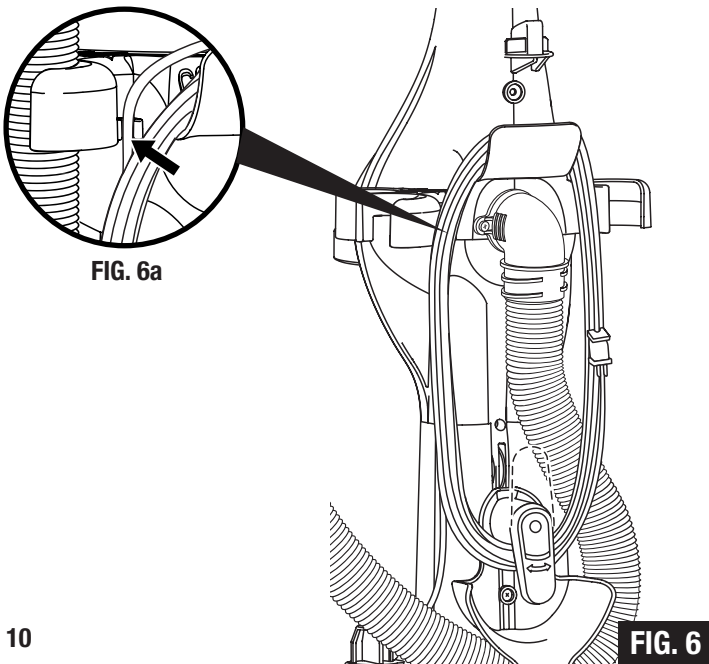

FIG. 6
Step 6: (FIG. 6) Pull the electrical cord up to the cord retainer and firmly push into the retainer (FIG. 6a). This will keep the cord out of the way for next use. Wrap the cord around the carrying handle on the tool caddy and then wrap around the cord release hook. Secure the plug to the power cord with the notch in the plug to prevent unwinding.
Étape 6 : (FIG. 6) Tirez le cordon électrique jusqu'à la retenue de cordon et poussez-le dans ce dispositif de retenue. (FIG. 6a) Ceci permet de loger le cordon afin qu'il ne gêne pas lors de la prochaine utilisation de l'appareil. Enroulez le cordon autour de la poignée de transport sur le porte-accessoires, puis enroule-le autour de la manivelle. Fixez la fiche au cordon électrique à l'aide de l'entaille sur la fiche pour empêcher qu'il ne se déroule.
Paso 6: (FIG. 6) Tire del cordón eléctrico hasta el retenedor del cordón y oprima firmemente hacia adentro del retenedor (FIG. 6a). Esto mantendrá el cordón fuera del paso para el próximo uso. Enrolle el cordón alrededor de la manija de transporte en el portaaccesorios y luego enróllelo alrededor del gancho de liberación. Fije el enchufe al cordón usando la muesca del enchufe para evitar que se desenrolle.